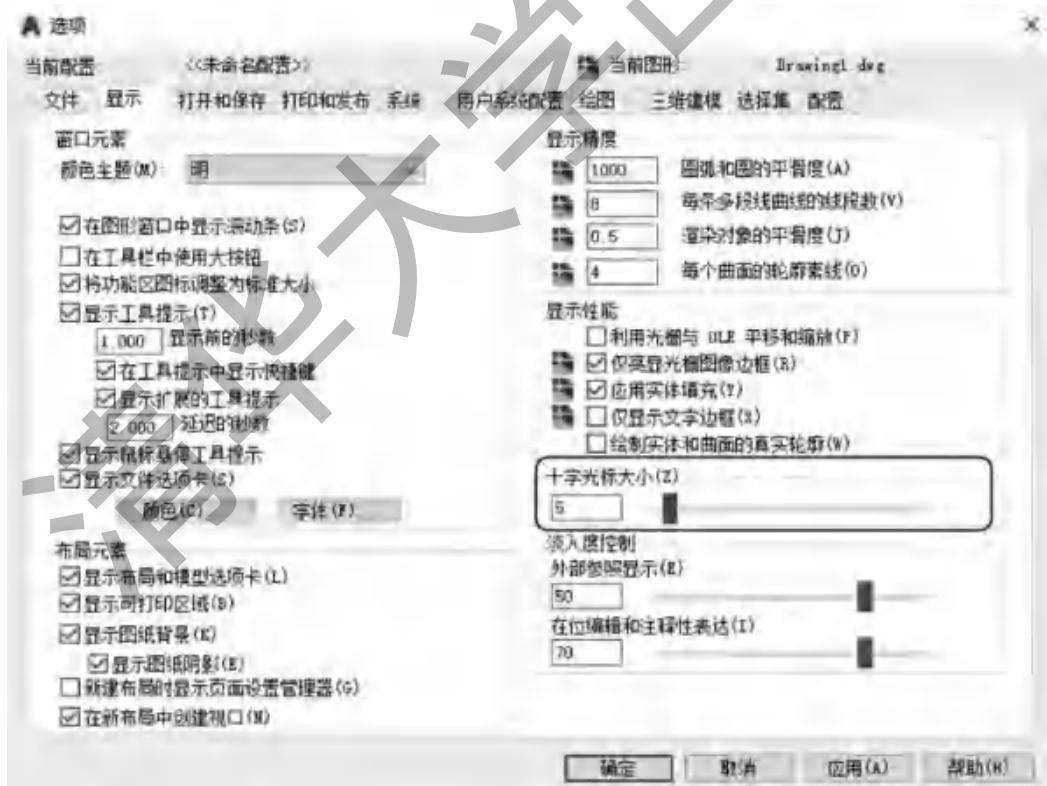

图 1-12 “显示”选项卡
选择菜单栏中的“工具”→“选项”命令，打开“选项”对话框。单击“显示”选项卡，在“十字光标大小”文本框中直接输入数值，或拖动文本框后面的滑块，即可以对十字光标的大小进行调整，如图 1-12 所示。
(2) 修改绘图区的颜色。在默认情况下,AutoCAD 的绘图区是黑色背景、白色线条,这不符合大多数用户的习惯,因此修改绘图区颜色,是大多数用户都要进行的操作。修改绘图区颜色的方法如下。
① 选择菜单栏中的“工具”→“选项”命令,打开“选项”对话框,单击如图 1-12 所示的“显示”选项卡,再单击“窗口元素”选项组中的“颜色”按钮,打开如图 1-13 所示的“图形窗口颜色”对话框。